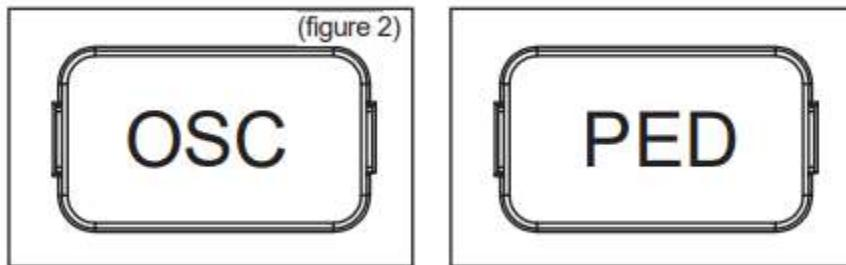

Figura 2.
2. Asigurati-vă ca pe display este afisat "OSC" sau "PED" de 3 ori rapid. Codul corespunde comenzii alese (figura 2).